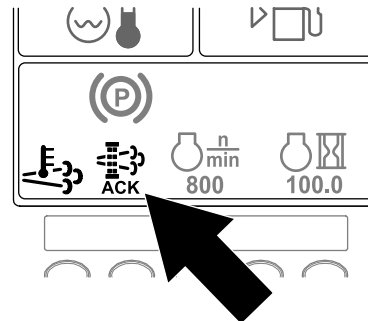

Bild 61
10. Im InfoCenter wird der Homebildschirm angezeigt; das Symbol für die Bestätigung der Regenerierung (Bild 61) wird unten rechts auf dem Bildschirm angezeigt, wenn die Regenerierung ausgeführt wird.